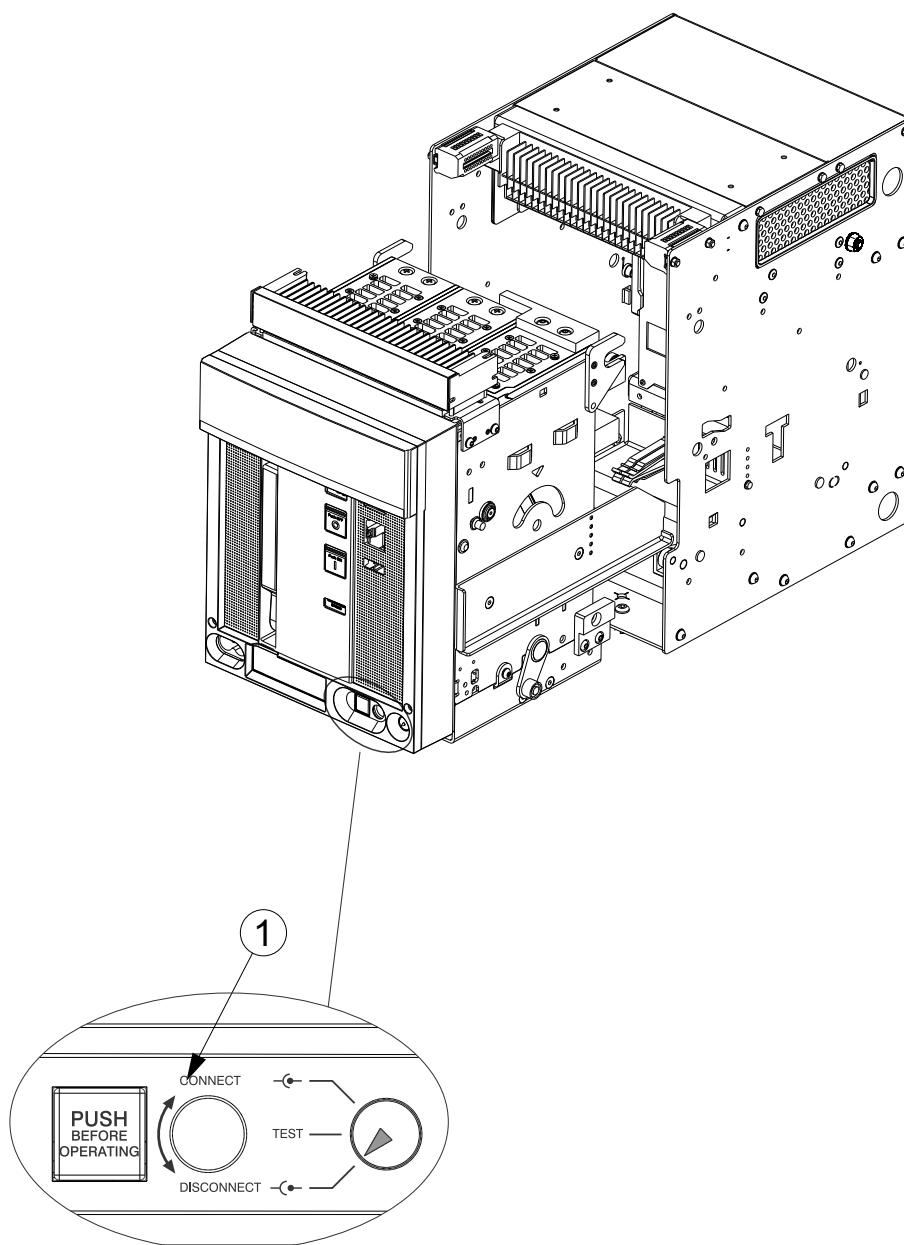

Fig. 12
Spingere la parte mobile fino all'arresto nella posizione di «disconnected» (1). In questa posizione la porta della cella può essere chiusa e l'interruttore può essere manovrato manualmente (fig. 12).
Push the moving part through to the stop point in the «disconnected» position (1). In this position, the compartment door can be closed and the circuit-breaker operated in the manual mode (fig. 12).
Den beweglichen Teil bis zum Anschlag in der Position «disconnected» (1) schieben. In dieser Position kann die Schaltfeldtür geschlossen und der Leistungsschalter von Hand geschaltet werden (Abb. 12).
Pousser la partie mobile jusqu'en butée dans la position de «disconnected» (1). Dans cette position la porte du compartiment peut être fermée et le disjoncteur peut être manœuvré manuellement (fig. 12).
Empujar la parte móvil hasta el bloqueo en la posición de «disconnected» (1). En esta posición resulta posible cerrar la puerta de la celda y maniobrar el interruptor manualmente (fig. 12).